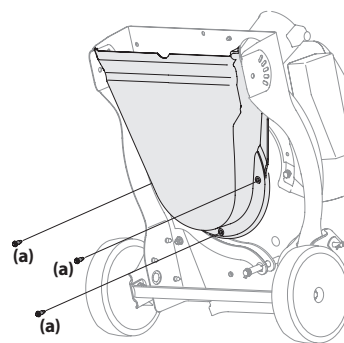

Figure 24
- Inclinez l'appareil avec précaution et tenez-le de façon à pouvoir accéder à la turbine et à la quincaillerie de montage de la buse sous l'appareil. Retirez les trois boulons à épaulement (a) qui fixent la partie inférieure du boîtier en plastique noir du fléau au boîtier inférieur de l'appareil. Voir Figure 24.